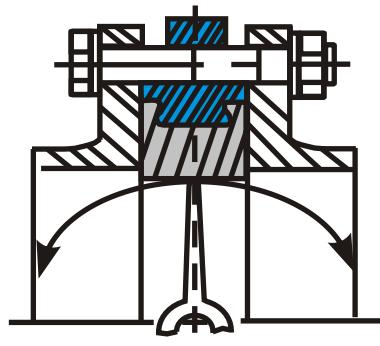

Рис. 2 (неправильно)
- В случае использования фланцев с внутренним диаметром больше номинального диаметра затвора фланцы не будут полностью закрывать седловое уплотнение, что может привести к повреждению и деформации седлового уплотнения (рис.2).